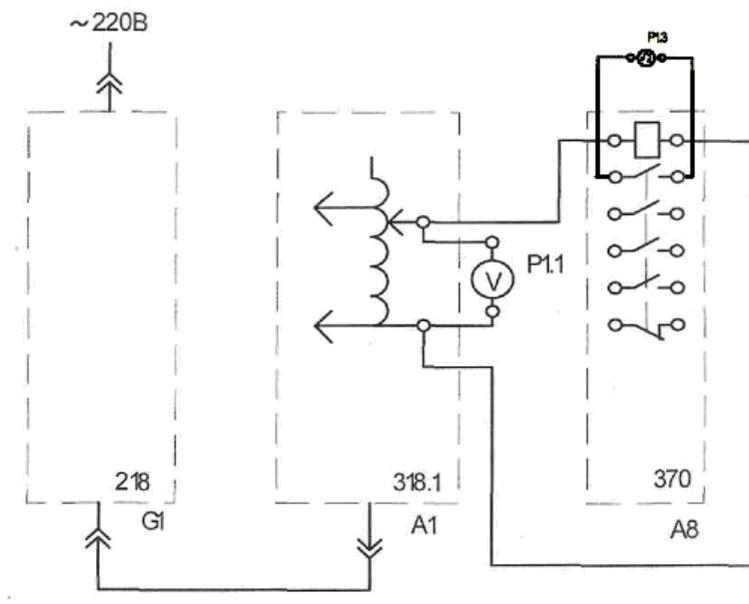

Рис. 1.2. Электрическая схема соединений для определения коэффициента возврата электромагнитного промежуточного реле переменного тока
3. Электрическая схема соединений показана на рис. 1.2.
Примечание. Для контроля срабатывания и отпускания реле используется «прозвонка» *PI.3* блока мультиметров *PI* (прибор 508.2) путем подключения параллельно одному из контактов реле *A8 370* (см. рис. 1.2).